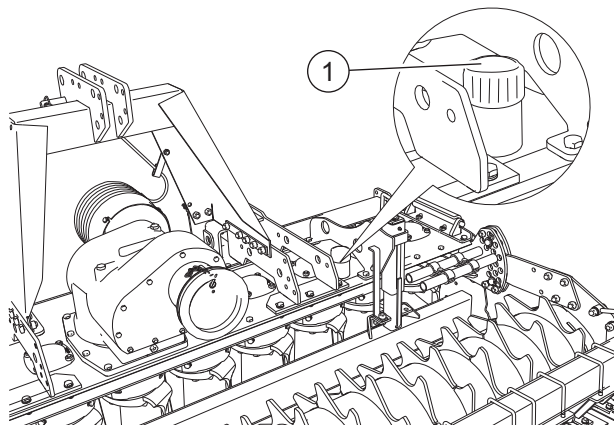

FIG. 40
Dévisser le bouchon de remplissage huile dans le lamier (1, "Fig. 40").
- Dévisser le bouchon remplissage huile ("Fig. 40").
- Visser le bouchon de vidange huile (3).